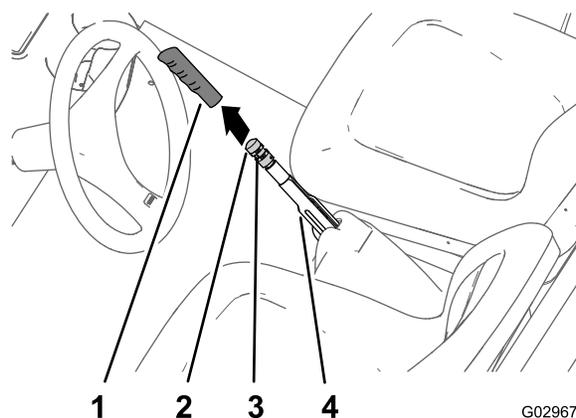

Figura 70
1. Retire a pega da alavanca do travão de mão (Figura 70).
2. Desaperte o parafuso de afinação que fixa o manípulo de ajuste do travão à alavanca do travão de mão (Figura 70).
3. Rode o manípulo de ajuste do travão até que um binário de 133 a 156 N·m seja necessário para ativar a alavanca do travão de mão (Figura 70).
4. Aperte o parafuso de afinação e instale a pega (Figura 70).
1. Retire a pega do travão de mão (Figura 70).
2. Desaperte o parafuso de afinação (Figura 70) que fixa o manípulo de ajuste do travão à alavanca do travão de mão, solte o travão de mão e desaperte o manípulo de ajuste do travão.
5. Rode o manípulo de ajuste do travão (Figura 70) até que um binário de 133 a 156 N·m seja necessário para ativar a alavanca do travão de mão.
- C. Rode o manípulo de ajuste do travão (Figura 70) até que um binário de 133 a 156 N·m seja necessário para ativar a alavanca do travão de mão.
- Aperte o parafuso de afinação e instale a pega (Figura 70).